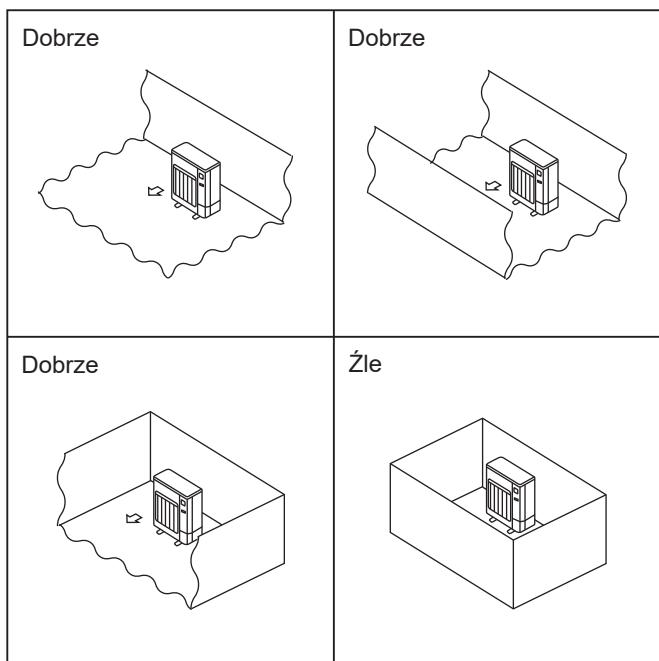

Fig. 2-2
- Ⓢ Jednostki zewnętrzne należy instalować w miejscach, które są otwarte z co najmniej jedną z czterech stron i oferują dostatecznie dużą powierzchnię bez zagłębień. (Fig. 2-2)